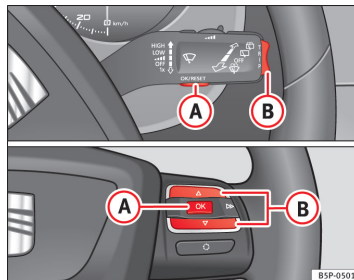

Fig. 39 Vippeknappe A og B. Betjeningssele-
- For at skifte fra den ene hukommelse til den anden skal du trykke et kort øjeblik på knappen ⇒ Fig. 39 **A** på betjeningsarmen til viskerne eller på knappen **A** på rattet ⇒ Fig. 39, mens tændingen er tilsluttet.